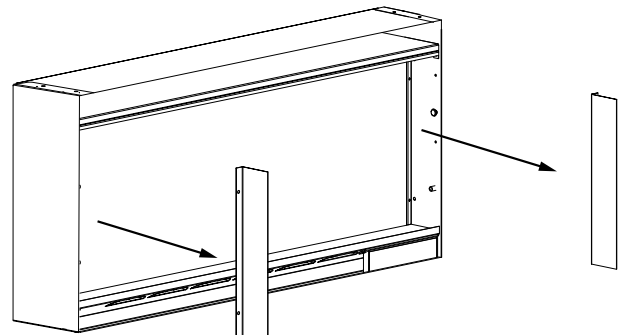

FIG. 2
1. Installez les panneaux droit et gauche (FIG. 1) en fixant les 4 attaches (2 par panneau) au bas de l'appareil (FIG. 2).